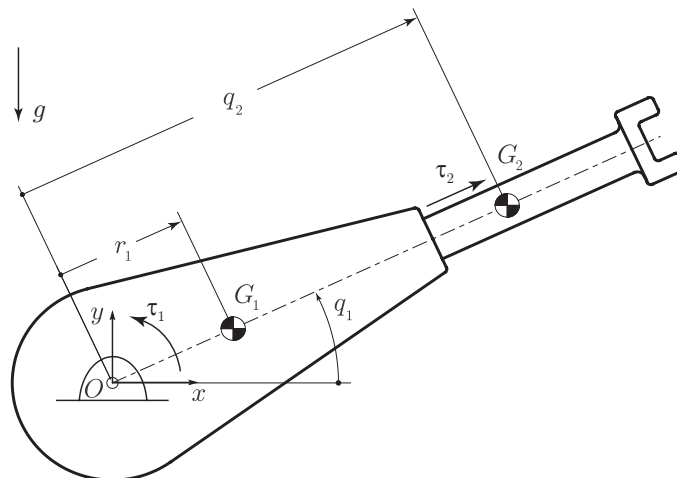

Figura 2: Manipolatore RP.
- 2) La Figura 2 mostra un braccio seriale costituito da un giunto R e da un giunto P. La configurazione del robot è descritta da  $\mathbf{q} = [q_1 \ q_2]^T$ , con  $q_2 > 0$ . Le forze generalizzate sono descritte dal vettore  $\boldsymbol{\tau} = [\tau_1 \ \tau_2]^T$ . Siano  $G_1$  e  $G_2$  i baricentri dei due link. Si indichino inoltre con  $m_i$  ed  $I_i$ , ( $i = 1, 2$ ), rispettivamente, la massa ed il momento d'inerzia rispetto all'asse uscente dal foglio di ciascun link.